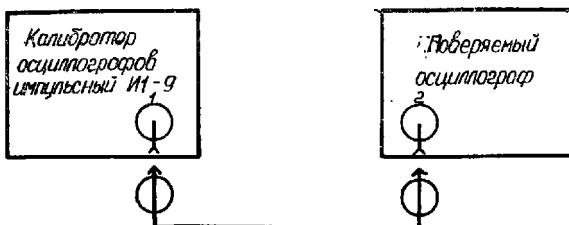

Рис. 19.
14.3.3.2. Погрешность коэффициентов отклонения определяется методом прямого измерения при помощи импульсного калибратора осциллографов (рис. 19).